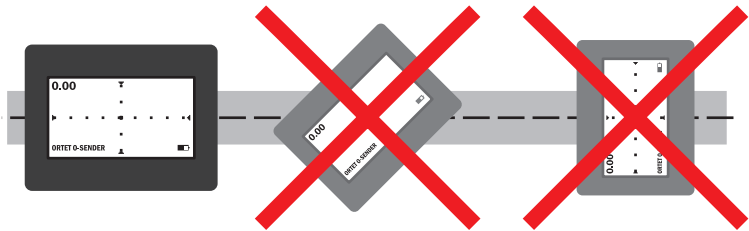

Fig. 43: Ajuste de localización **SONDA Y SEÑAL MAX.** – Alineación correcta del Receptor sobre la tubería (izquierda)
4. En necesario alinear correctamente el Receptor para poder determinar la profundidad (Fig. 43). Gire el Receptor de tal manera que la pantalla esté alineada con la sonda paralela a la tubería. Compruebe la alineación aún cuando la instrucción **EN LINEA** no aparezca en el recuadro de instrucciones.